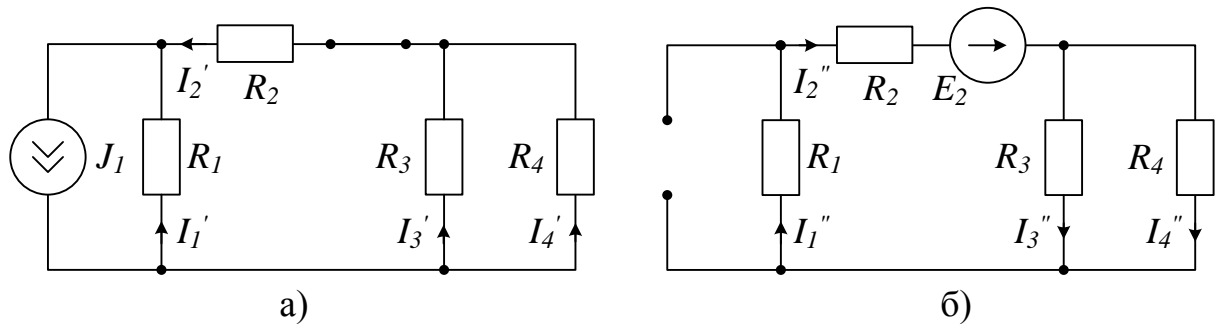

Рис. 1.16
1. С источником тока  $J_1$  при закороченном источнике ЭДС  $E_2$  (рис.1.16,а);
2. С источником ЭДС  $E_2$  при обрыве ветви с источником тока  $J_1$  (рис.1.16,б)
Рассчитаем токи  $I_1'.. I_4'$  в первой частичной схеме (рис.1.16,а). Найдем суммарное сопротивление  $R_2, R_3$  и  $R_4$ :
Теперь рассчитаем токи  $I_1''.. I_4''$  во второй частичной схеме (рис.1.16,б). Найдем сопротивление схемы относительно зажимов источника ЭДС: